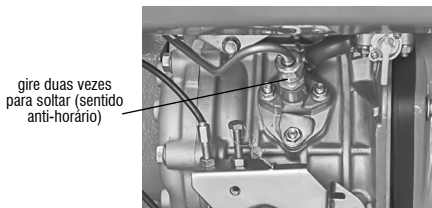

Fig. 8 – Expurgando o sistema de combustível
- a. Com auxílio de uma chave, gire a porca do bico injetor duas vezes no sentido anti-horário, Fig. 8